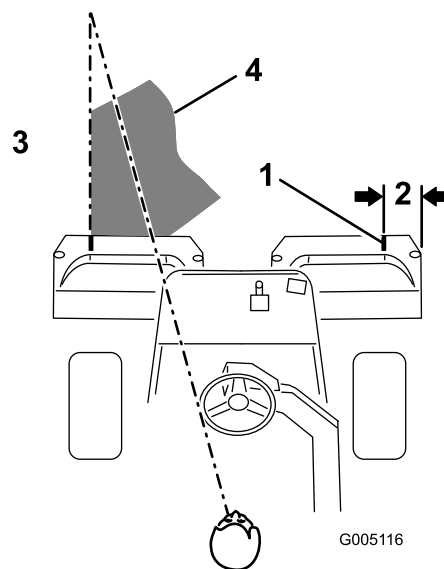

Figura 31
- Debe haber un solape mínimo con las pasadas anteriores. Para ayudar a mantener una línea recta a través del green y mantener la máquina a la misma distancia de la pasada anterior, establezca una línea imaginaria aproximadamente de 1,8 a 3 m por delante de la máquina hasta el extremo de la parte no segada del green (Figura 30 y Figura 31). Puede ser útil incluir el borde exterior del volante como parte de la línea imaginaria, es decir, mantener el borde del volante alineado con un punto que se mantiene siempre a la misma distancia de la parte delantera de la máquina (Figura 30 y Figura 31).